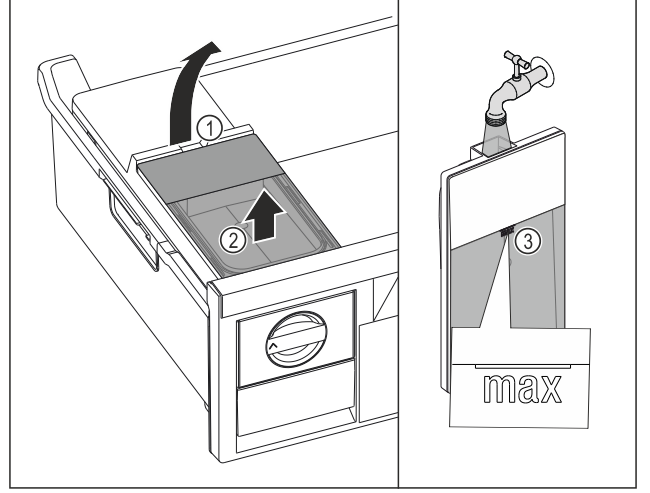

Fig. 121
- Su deposunu boşluktan Fig. 121 (1) tutarak yukarı kaldırın.
- Su deposunu yukarı doğru çıkartın. Fig. 121 (2)
- Su deposuna işarete Fig. 121 (3) kadar içme suyu doldurun.